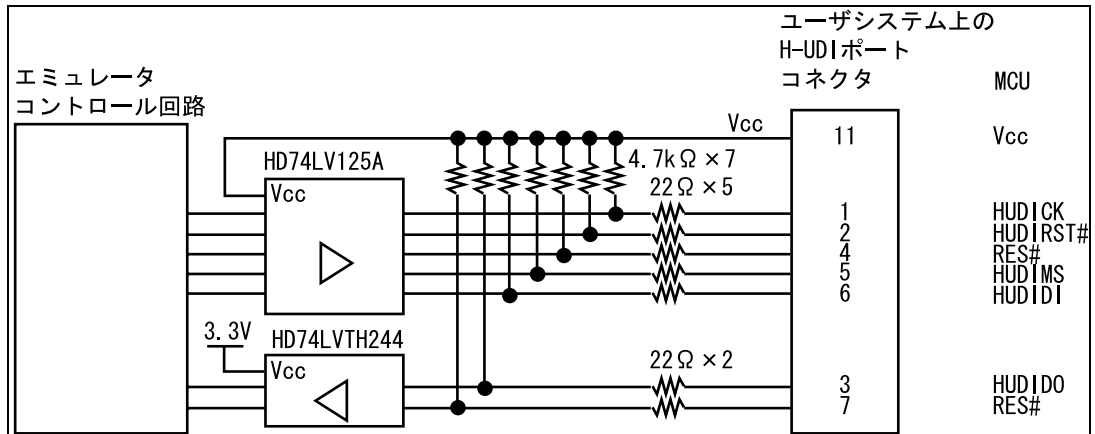

図 1.8 エミュレータ内インタフェース回路（参考）
7. 図 1.8 にエミュレータ内インタフェース回路を示します。プルアップ抵抗の値などを決定するときに参考にしてください。